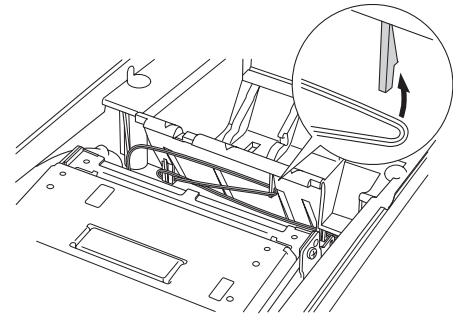

Fig.8 Connector Cable
- ④ Hang the bend you made in the cable in step 2 of section 2-3 on the rib shown in Fig. 8 while lowering the case toward yourself.
- ④ 在将外壳朝自己方向降低的同时，将 2-3 第二步里弯曲的导线挂在图 8 所示的肋钩处
- ④ 手順 2 - 3 ② にてつけたケーブルの折り目部分を図 8 のようにリブへ引っ掛けるようにしながらケースを手前に倒してください。